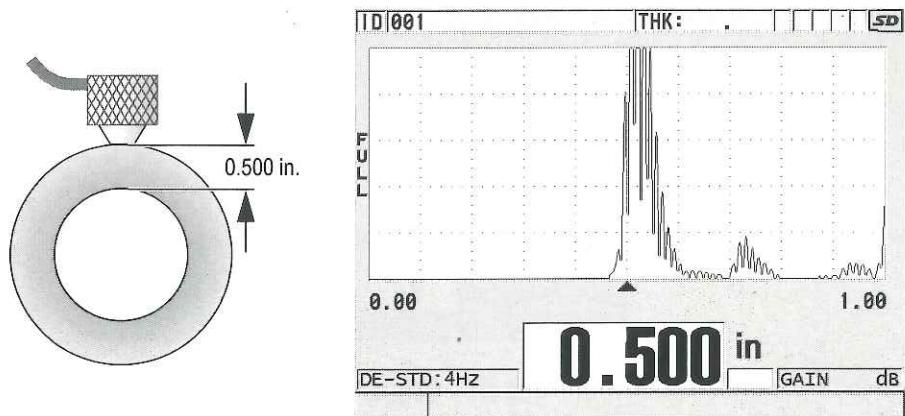

図 5-9 二振動子型探触子の接触および厚さ測定値の読み取り
- 中程度の圧力で、探触子の先端を試験体の表面に接触させ、試験体の表面上で探触子をできるだけ垂直に当てます（70 ページ図 5-9 参照）。